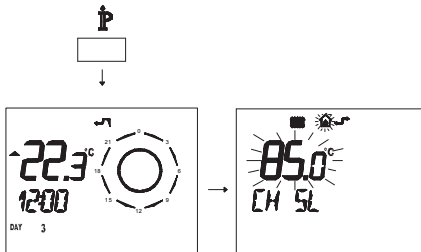

Figura 5.64
- Premere per più di 3 secondi il pulsante  $\text{P}$  per entrare in modalità **INFO** (Figura 5.64).